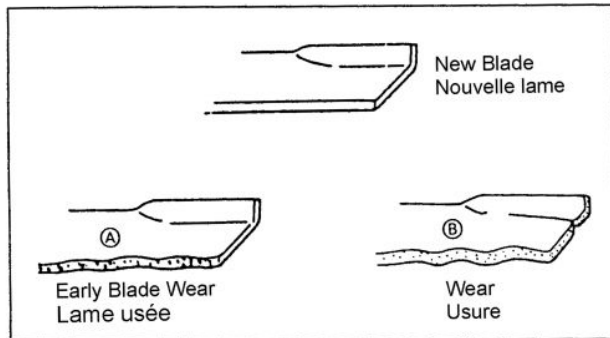

Figure 29
For best cutting results the Mower blades should be kept sharp. Ragged cut indicates the blade may be dull. The blades should be sharpened when they become as shown in Figure 29 left (A) and should be replaced when they become as shown in Figure 29 right (B).
Pour obtenir la meilleure coupe possible, les lames de la tondeuse doivent toujours être bien aiguisées. Une coupe imprécise signifie que les lames sont probablement émoussées. Les lames doivent être aiguisées quand elle deviennent comme montré sur la Figure 29 gauche (A), et remplacées quand elles deviennent comme montré sur la Figure 29 droite (B).